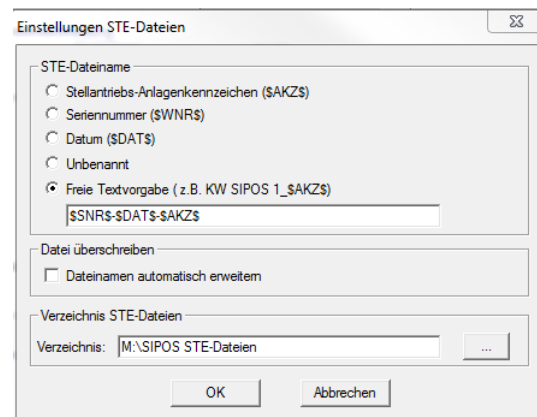

Abb. 2: *.ste-Dateien voreinstellen
6. Ggf. Art und Weise des Abspeicherns festlegen (siehe Abb. 2).